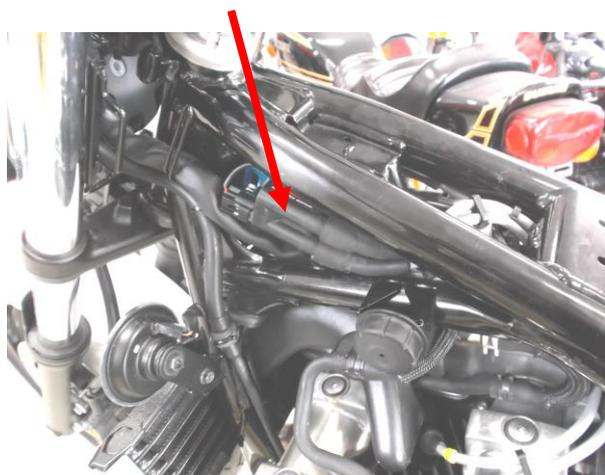

図1、SP II イグニッションコイル取付
- ①シート、左サイドカバーを外して下さい。ノーマルイグナイタを外し、そのコネクタにSP IIコントロールユニットをユニットハーネスを使用して接続して下さい。ノーマルコイルのまま、エンジンを始動させ、作動を確認して下さい。ユニットは、水などが溜まらないようにスイッチ面を横向きに設置して下さい。
- ②ガソリンタンクを外し、ノーマルイグニッションコイルを取外して下さい。
- ③8ページ「プラグコードコネクタ装着方法」に従ってプラグコードを SP IIコイルに装着して下さい。プラグコード/キャップはリーク防止のため、新品又は同等品を使用して下さい。
- ④SP II イグニッションコイルを図1、2のように付属のボルトを使用して(ナットはノーマルを使用)フレームなどに当たらないように取り付けて下さい。配線の色に注意してください。メインワイヤハーネスの赤/黒(電源)は SP IIコイル1次側コネクタの赤に接続。です。橙(#1、4コイル)は SP IIコイル1次側コネクタの黄に、灰(#2、3コイル)SP IIコイル1次側コネクタの黄に接続して下さい。
- ⑤ガソリンタンク、サイドカバー、シートを元通り装着して下さい。